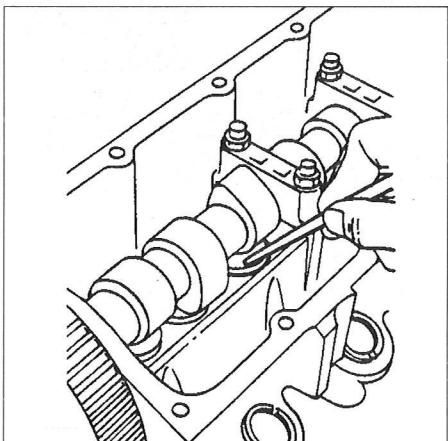

Fig. 2
- Se o valor obtido não estiver de acordo com o especificado, substituir o calço de afinação (Fig. 2).